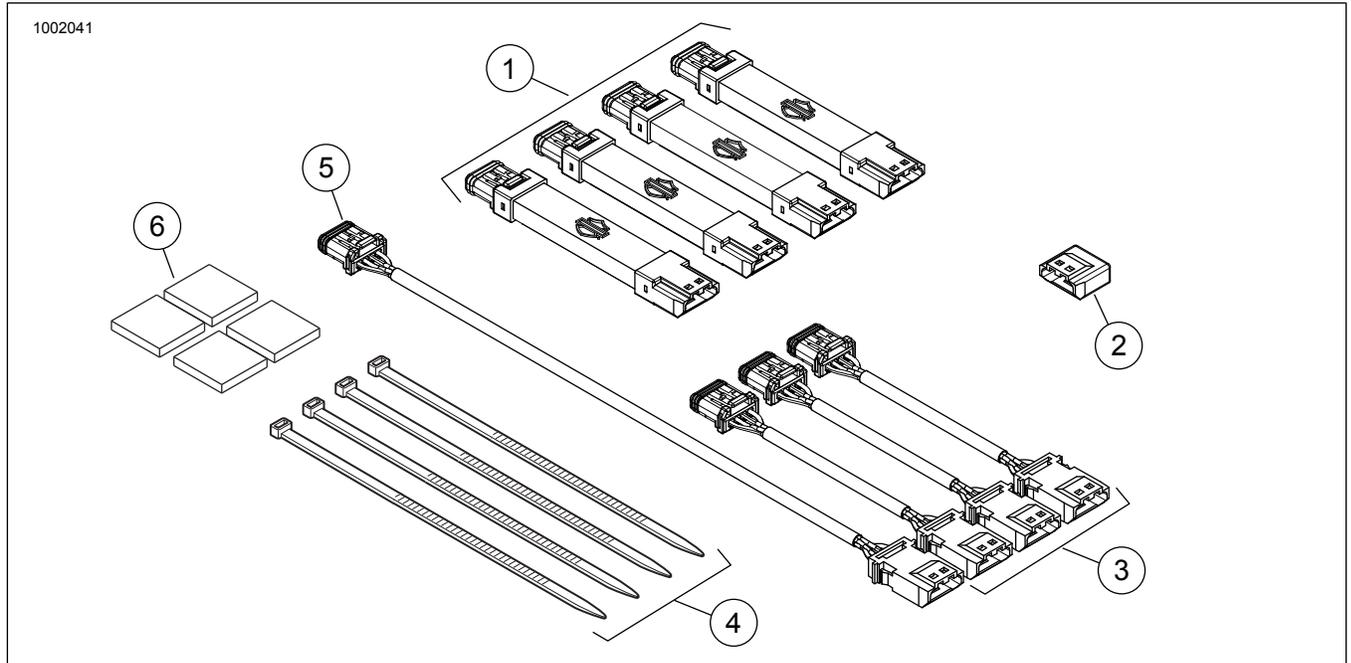

Abbildung 2. Ersatzteile, Spectra-Glo-Lichtsockelsätze
Siehe Abbildung 2. und Tabelle 1.
2. Siehe Abbildung 2. Lichtsockel (1) und Kabelbäume (3 und 5) in gewünschter Konfiguration einbauen.